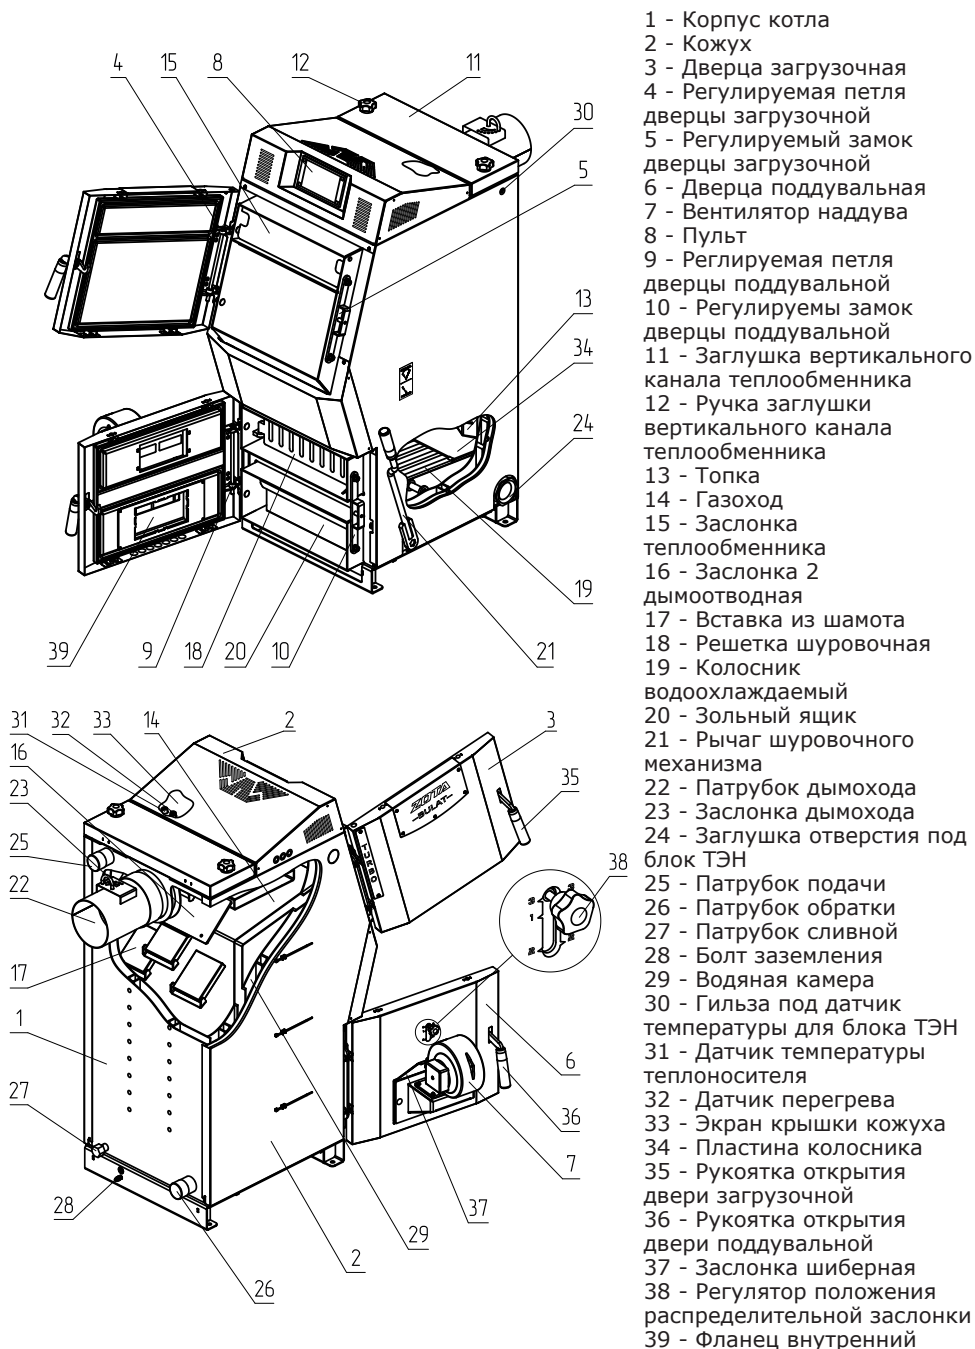

Рис.1 Конструкция отопительного котла
4.5.10. Эксплуатация котла без зольного ящика (Рис.1 поз.20).
5.1. Котел (Рис.1) состоит из корпуса (поз.1), топки (поз.13), патрубка дымохода (поз.22). В нижней части топки находятся водоохлаждаемые колосники (поз.19) и зольный ящик (поз.20).
Внимание! Не допускается эксплуатация котла без установленного зольного ящика (Рис.1 поз.20). Эксплуатация котла без установленного зольного ящика приводит к прогоранию и деформации водонеохлаждаемых поверхностей котла. В случае нарушений условий эксплуатации котла рекламации не принимаются.
Внимание! Не допускается эксплуатация котла без установленной шуровочной решетки (Рис.1 поз.18). Отсутствие шуровочной решетки может привести к повреждению лакокрасочного покрытия и прогару поддувальной двери. В случае нарушений условий эксплуатации котла рекламации не принимаются.
5.3. В корпус котла вмонтировано рычажное шуровочное устройство с приводом от рычага (Рис.1 поз.21), предназначенное для удаления золы с колосниковой решетки.
Внимание! Не допускается эксплуатация котла без установленной заслонки (Рис.1 поз.15). Эксплуатация котла без установленной заслонки приводит к прогоранию и деформации водонеохлаждаемых поверхностей котла. Котел не выходит на номинальную мощность. В случае нарушений условий эксплуатации котла рекламации не принимаются.
- Откройте заглушку вертикального канала теплообменника (Рис.1 поз.11) и уберите заслонку 2 дымоотводную (Рис.1 поз.16);
- После установки шамотных кирпичей установите заслонку 2 дымоотводную (Рис.1 поз.16) и заглушку вертикального теплообменника (Рис.1 поз.11).